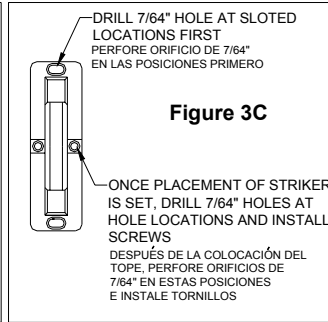

Figure 3C
**C:** Mark the mounting slot locations through the top and bottom slots of the striker onto the door jamb and pre-drill two (2) 7/64" pilot holes at the marked locations. Secure the striker with two (2) #6 x 1 1/4" painted screws. Slide the striker in or out to achieve proper function and tighten the screws. Pre-drill two (2) 7/64" pilot holes in the remaining two holes and secure with two (2) #6 x 1 1/4" painted screws. **Figure 3C**
**C:** Marquez les sites des rainures de fixation à travers les rainures du haut et du bas de la gâche et au jambage. Percez deux (2) avant-trous 7/64 po aux sites marquées. Fixez la gâche avec deux (2) vis #6x1 1/4 po peintes. Faites glisser la gâche afin de donner une bonne marche et serrez les vis. Percez deux (2) avant-trous 7/64 po dans les trous restants et fixez-la avec deux (2) vis #6x1 1/4 po peintes. **Figure 3C**